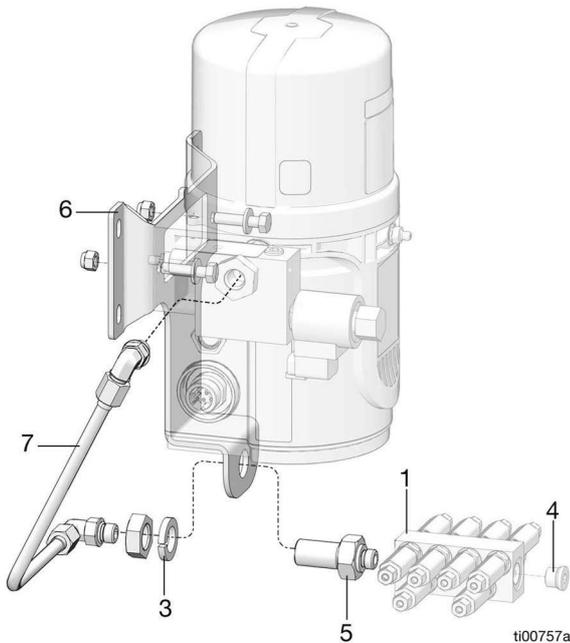

FIG. 7
Os números de referência nas instruções à seguir referem-se à FIG. 7.
2. Usando as novas ferragens, instale o novo suporte de montagem (6) na bomba.
3. Remova a porca (2), a arruela (3) e o encaixe (5) do coletor (1).
4. Remova o plugue (4) do coletor (1) caso não esteja instalado na posição mostrada na FIG. 7.
5. Reinstale a porca (2), a arruela (3) e o encaixe (5) no coletor (1) e no suporte de montagem (6), conforme mostrado na FIG. 7. Prenda firmemente na posição.
6. Instale o plugue (4) no coletor (1). Aplique o torque firmemente.
7. Conecte a saída da bomba no encaixe (5) usando encaixes e tubo (7) (consulte FIG. 7).